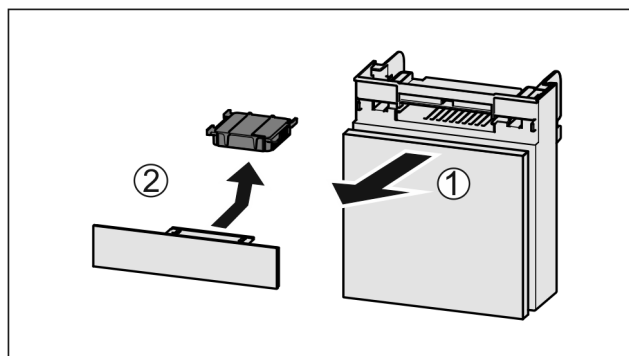

Fig. 34
- Вытянуть Fig. 34 (1) отделение движением вперед.
- Извлечение Fig. 34 (2) фильтра с активированным углем.